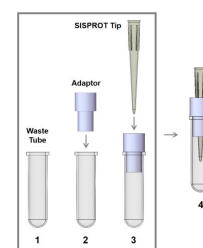

图1
- 1.1 装配样本处理器: 参考图 1 进行装配, 放置于离心机内;